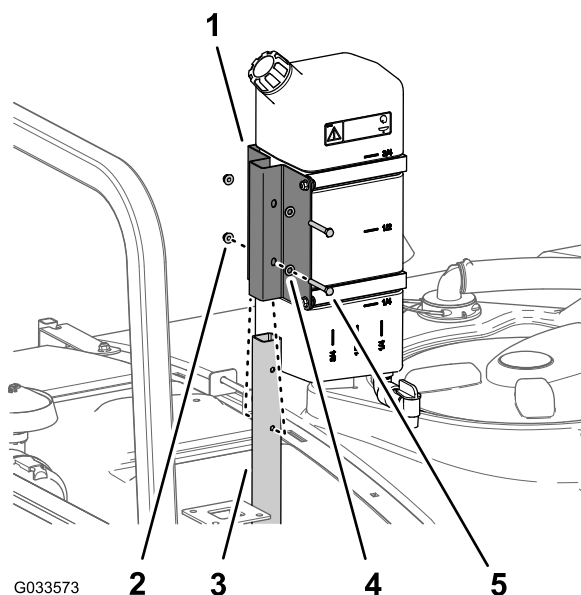

図 45
1. サポートチューブに、真水タンクとマウントを取り付ける ボルト5/16 x 2 1/4" 2本、フランジロックナット5/16" 2個を使用し 図 45 のように取り付ける。